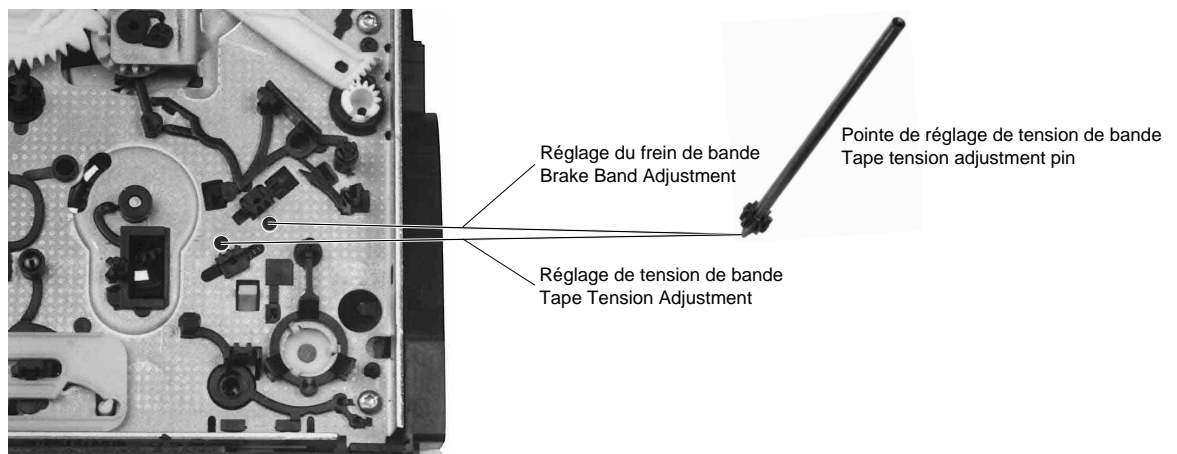
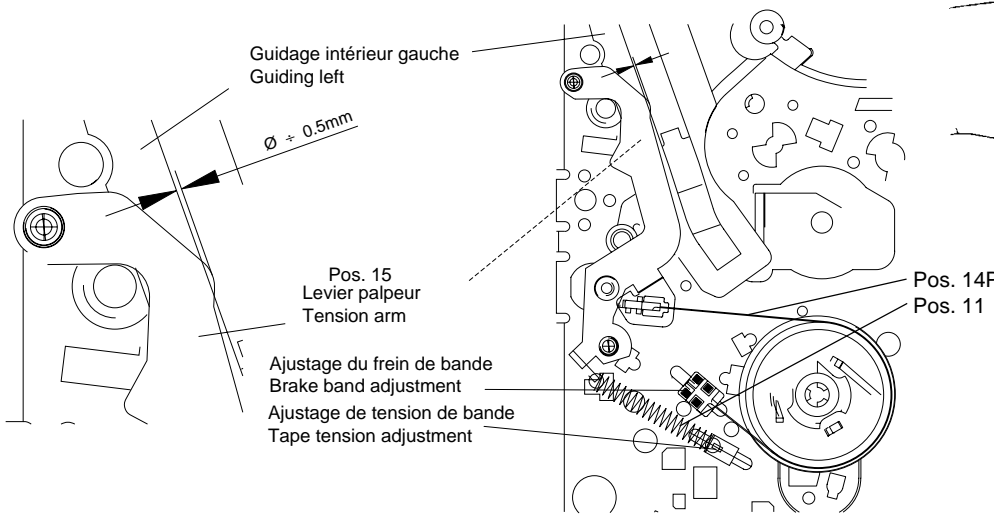

Fig. 26
Fig. 27
- A l'aide de l'outil de réglage de tension de bande (depuis la partie inférieure de la mécanique, Fig. 26) régler le frein (Fig. 27, Pos. 14P) de telle sorte que le bras du palpeur de tension de bande (Pos. 15) se superpose avec l'arrête de guidage intérieure gauche du rail de gauche (Fig. 27).
- A l'aide de l'outil de réglage régler le ressort (Fig. 27, Pos.11) sur une traction de bande de 0,24N ±0,02N (24g ±2g) (Fig. 27).